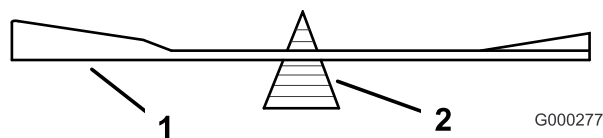

Figure 69
- Vérifiez l'équilibre de la lame en la plaçant sur un équilibreur (Figure 69). Si la lame reste horizontale,
elle est équilibrée et peut être utilisée. Si la lame est déséquilibrée, limez un peu l'extrémité de la partie relevée seulement (Figure 69). Répétez cette procédure jusqu'à ce que la lame soit équilibrée.